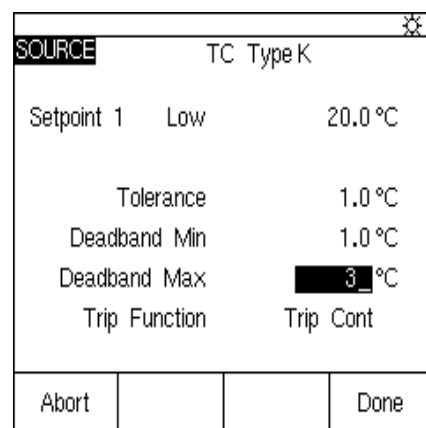

Figura 4. Pantalla de configuración de la prueba.
- c. Mueva el cursor a "Deadband Max" (máximo de la banda muerta) e ingrese el valor máximo para la banda muerta de 3 °C. La pantalla de configuración de la prueba ahora debe estar tal como se muestra en la figura 4. Presione la tecla táctil "Done".